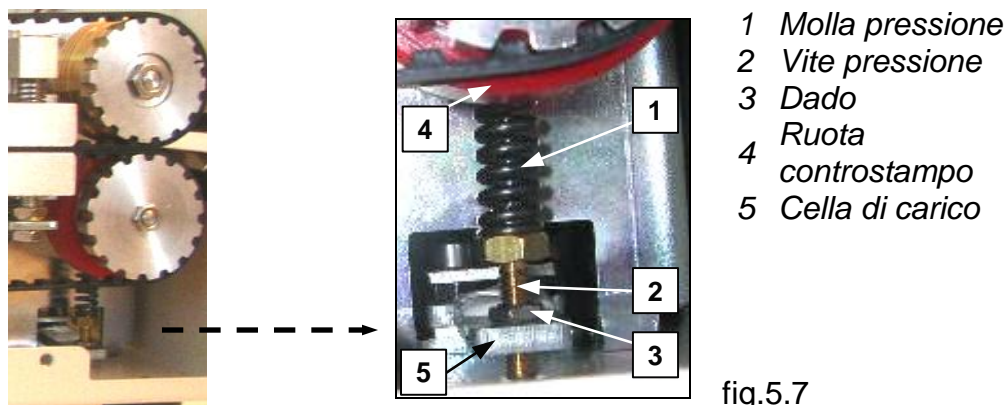

fig.5.7
- 2) mediante una chiave, ruotare in senso antiorario il dado (n.3-fig.5.7) in modo da renderlo libero di ruotare.
- 3) mediante una chiave, agire sulla testa della vite pressione (n.2-fig.5.7):
- 4) tenendo fermo la testa della vite (n.2-fig.5.7), bloccare il dado (n.3-fig.5.7) ruotandolo in senso orario
*L'eventuale aumento di pressione dovrà essere limitato per non logorare la puleggia controstampo (n.4-fig.5.7) e sottoporre il motoriduttore ad eccessivi sforzi.*
Qualora fosse necessario sostituire la molla pressione (n.1-fig.5.7), eseguire le seguenti operazioni:
- 3) mediante una chiave, ruotare in senso orario la vite pressione (n.2-fig.5.7) in modo da rendere libera completamente la molla pressione (n.1-fig.5.7)
- 4) estrarre la molla (n.1-fig.5.7) e sostituirla con una nuova
- 5) mediante una chiave, **ruotare la vite pressione (n.2-fig.5.7) fino ad ottenere una forza di saldatura (vedi par.3.1.4) compresa tra 85N e 88N.**
- 6) bloccare il dado (n.3-fig.5.7) e richiudere il frontalino.